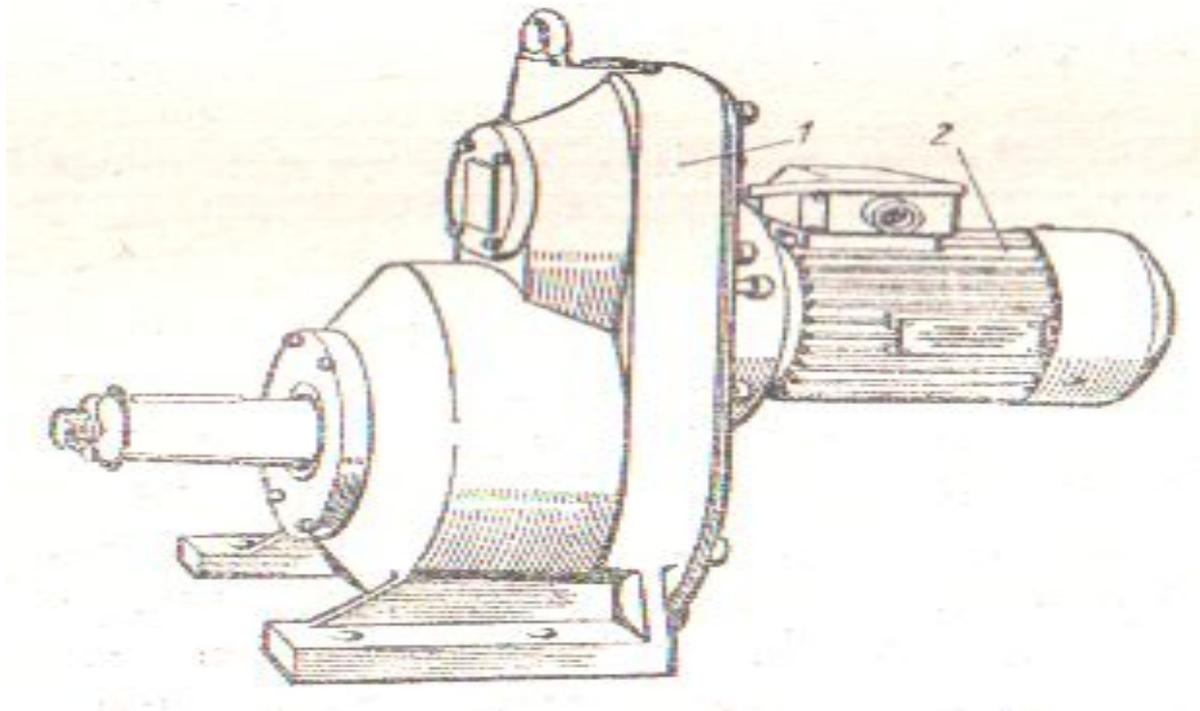

Рис.11
- Мотор-редуктор представляет собой агрегат, в котором конструктивно объединены любой тип редуктора и электродвигателя. Так, на рис.11 показан общий вид мотор-редуктора, включающего редуктор 1, и фланцевый электродвигатель 2, присоединённый винтами к корпусу редуктора.